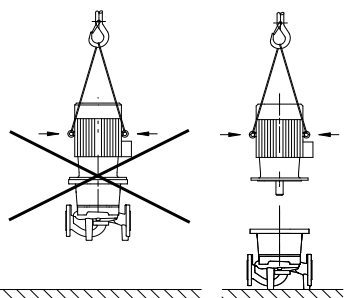

Fig. 6: Transport van de motor
- De transportogen aan de motor zijn alleen bestemd voor het transport van de motor, niet van de gehele pomp (afb. 6).